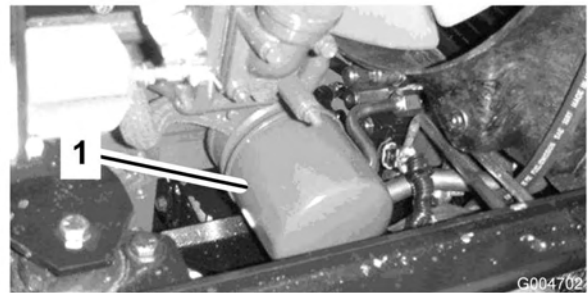

Bild 50
2. Entfernen Sie den Ölfilter (Bild 50). Ölen Sie die neue Dichtung am Ölfilter leicht mit frischem Öl ein, bevor Sie den Filter eindrehen. **Ziehen Sie nicht zu fest.**